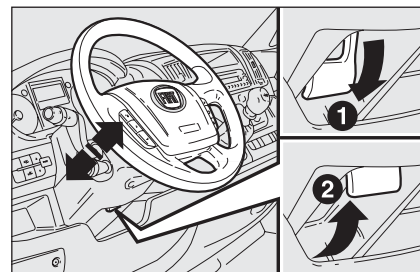

fig. 37
- ☐ débloquer le levier **A**-fig. 37 en le tirant vers le volant (position 2).